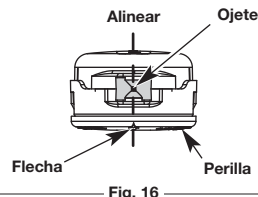

Fig. 16
1. Alinee las flechas de la perilla del cabezal de corte con los ojetes de la bobina exterior, si ya no están listos (Fig. 16).